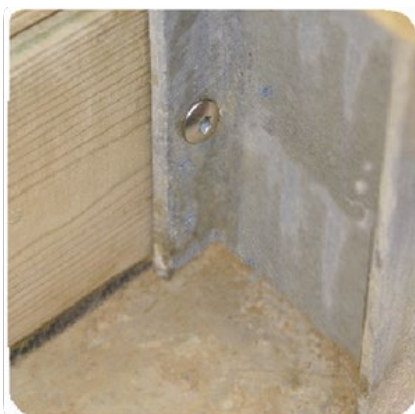

Figure 9 – Verrouillage des madriers sur les jambes de force
- sur les 4 jambes de force (celles-ci sont pré percées, comme montré à la *Figure 9*) à l'aide de 36 vis peinture torx 6 × 30 en inox A2 torx (sachet D).